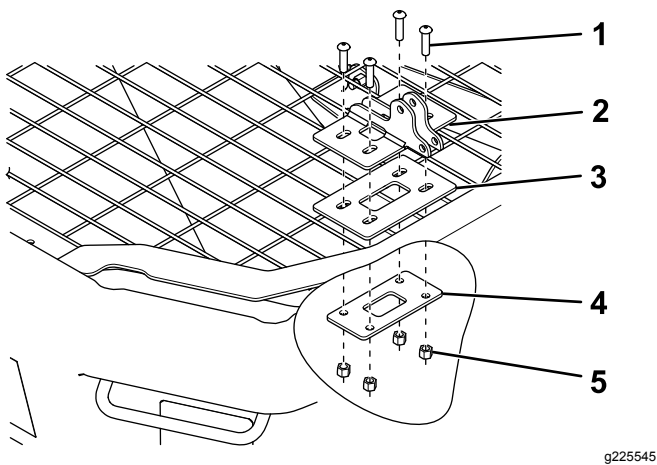

Figura 16
- Para los esparcidores VBX 8000, utilice 4 pernos ( $\frac{3}{8}$ " x 1 $\frac{1}{2}$ " ), 1 placa espaciadora, una chapa de apriete, y 4 tuercas (**Figura 16**).
- Para los esparcidores VBX 8000, utilice 4 pernos ( $\frac{3}{8}$ " x  $1\frac{1}{2}$ " ), 1 placa espaciadora, una chapa de apriete, y 4 tuercas (Figura 16).